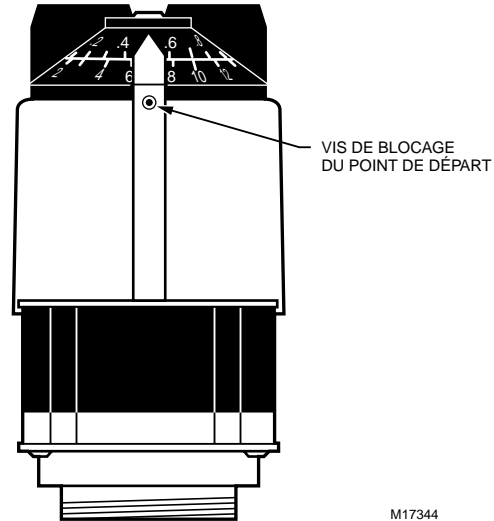

Fig. 7. Positionneur positif illustrant la vis de blocage du point de départ.
2. Pour bloquer le point de départ, serrer la vis de blocage du point de départ à l'aide d'une clé Allen de 5/64 po. Voir la Fig. 7.